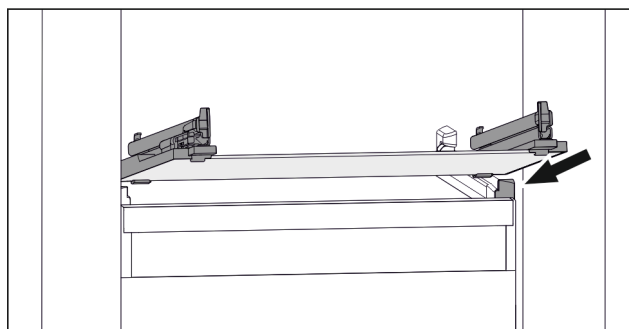

Fig. 130 Eksempel på fremstilling av glassplaten
- Sett glassplaten på skrå bak stopperne. (se Fig. 130)